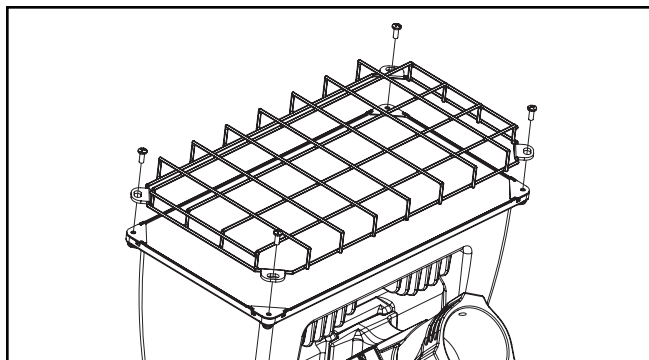

Figure 6.
## Protecteur de fil métallique (Figure 6).
1. Desserrez et retirez les quatre (4) vis à tête cruciformes 10-24 situées sur la face du luminaire et conservez-les.
2. Alignez le protecteur de fil métallique situé sur les pinces de lentille et correspondant aux quatre (4) trous existants. (Figure 6.)
3. Resserrez les quatre (4) vis à tête cruciforme 10-24 de l'étape 1 sur la face du luminaire.